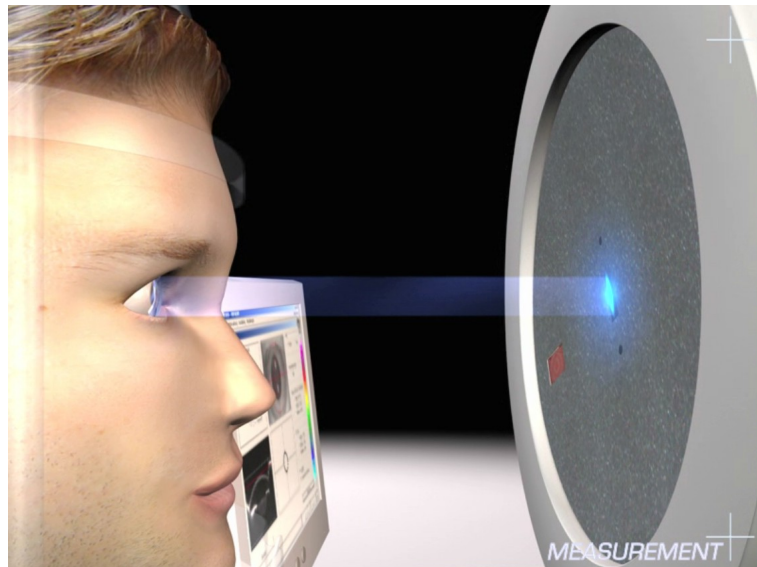

Fig.10: Lumière du biomicroscope sur la cornée
8. Observez l'œil à examiner du patient depuis un côté et vérifiez que la lumière bleue du biomicroscope éclaire la cornée (voir Fig. 10, page 32).